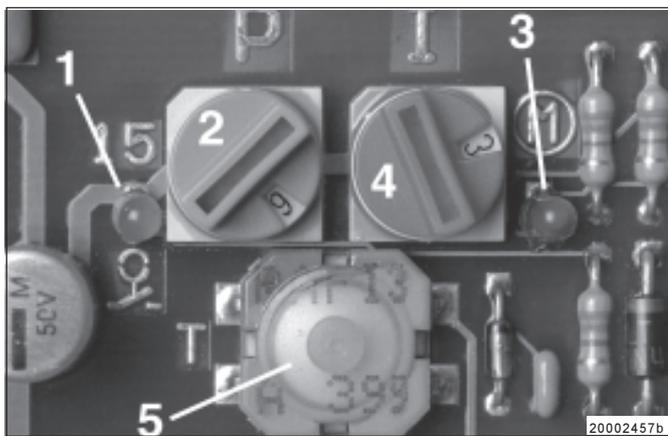

Abb. 12: - Leuchtdioden der Steuerplatine
Hinweis: Bei Schalterstellung 0 erfolgt eine Störungsmeldung an der rechten Leuchtdiode 3 Abb. 12, siehe Seite 8.
Hinweis: Bei Schalterstellung 0 erfolgt eine Störungsmeldung an der rechten Leuchtdiode 3 Abb. 12. Gleichzeitig wird automatisch die werkseitig eingestellte Arbeitszeit angenommen.
- Ist einer der Drehschalter 2 und /oder 3 Abb. 12 auf 0 gestellt, erfolgt eine Störmeldung an der rechten Leuchtdiode 3.
Taster 5 Abb. 12 dauerhaft betätigt (Kurzschluß)
- Tritt ein Kurzschluß am Drucktaster oder falls vorhanden am externen Leuchtdrucktaster Abb. 13 an deren Anschlußteilen auf, erfolgt eine Störungsmeldung an der rechten Leuchtdiode 3 Abb. 12.
- Ob Spannung an der Steuerplatine anliegt, ist am Aufleuchten der linken Leuchtdiode (LED) 1 Abb. 12 erkennbar.
• Störung: Rechte Leuchtdiode 3 Abb. 12 blinkt
<ul style="list-style-type: none"> • Einer der beiden Drehschalter 2, 4 Abb. 12 steht auf 0. Anzeige: 4 maliges Blinken; • Kurzschluß am Drucktaster 5 Abb. 12 oder falls vorhanden am Leuchtdrucktaster oder an deren Anschlußteilen Anzeige: 3 maliges Blinken; 	<ul style="list-style-type: none"> • Drehschalter auf eine Zahl oder einen Buchstaben einstellen • Prüfen, ob sich der Kurzschluß auf der Steuerplatine oder falls vorhanden am Leuchtdrucktaster befindet. Notfalls Steuerplatine oder Leuchtdrucktaster austauschen.